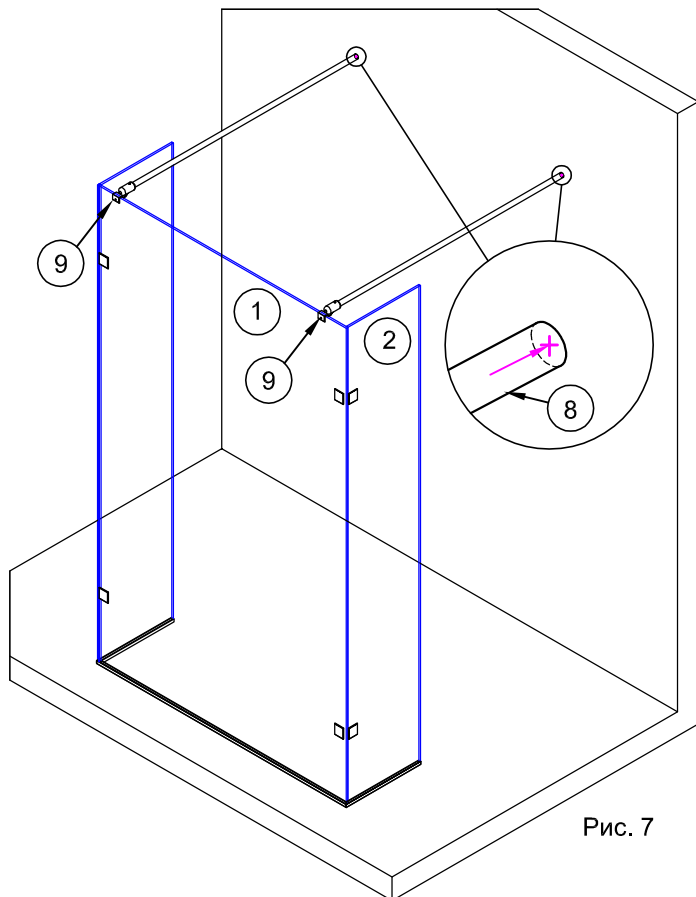

Рис. 7
3.2. Установить собранные штанги на стекло панели №1 (рис.7). Отступ от внешних углов стекла до держателей стекла №9 50 - 100 мм. Временно зафиксировать на стекле держатели, закрутив винты шестигранным ключом.
3.3. При помощи уровня обеспечить горизонтальное положение штанг. На противоположной стене отметить положение осей штанг (рис.7).